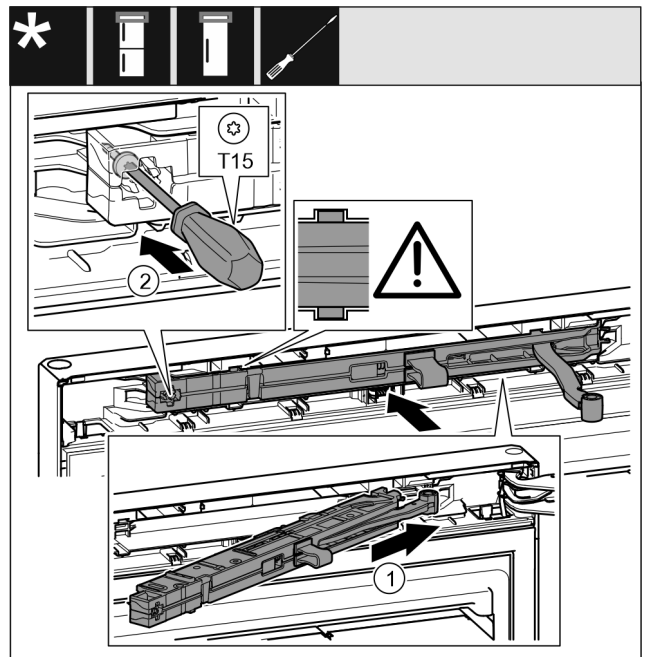

Fig. 24
- ▶ Schließdämpfereinheit Fig. 24 (1) auf der Lagerbockseite bis zum Anschlag schräg in die Aussparung einschieben.
- ▶ Schraube Fig. 24 (2) mit einem Schraubendreher festschrauben.